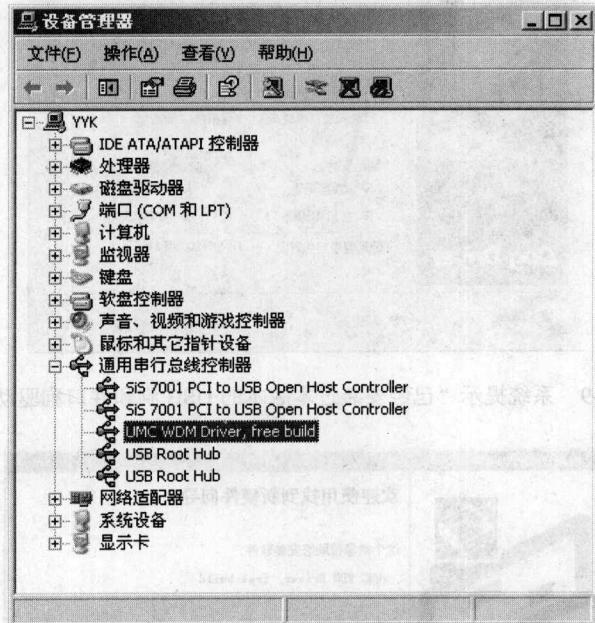

图 1-13 “设备管理器”对话框
(6) 在“设备管理器”的“通用串行总线控制器”下，显示“UMC WDM Driver, free build”，如图 1-13 所示。至此，将硬件狗插上，硬件狗就可以正常工作了。